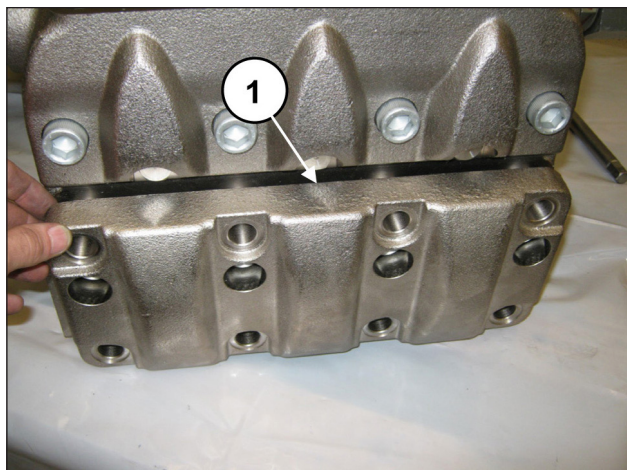
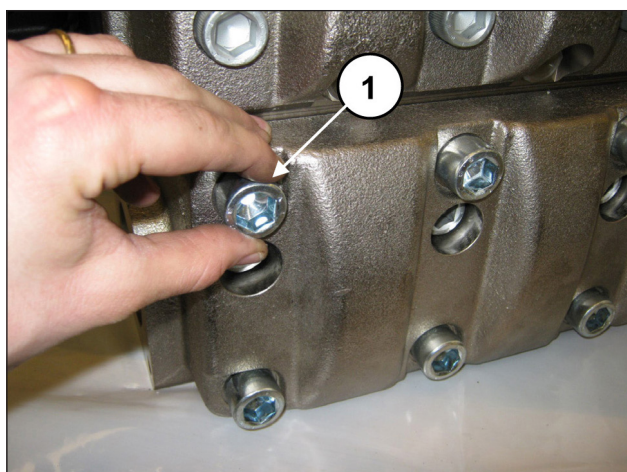

Fig. 158
Fig. 159
Dopo aver terminato il montaggio dei gruppi valvola aspirazione applicare il coperchio valvole aspirazione (pos. ①, Fig. 158) e avvitare le 8 viti M18x65 (pos. ①, Fig. 159).